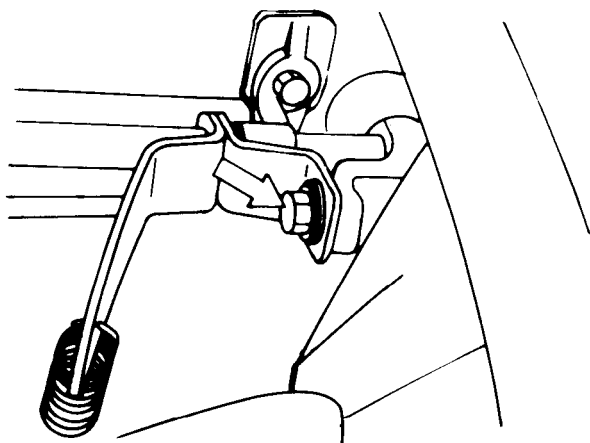

Bild 76
- Vollgasanschlag bei abgestelltem Motor am Gaspedal und an der Drosselklappe überprüfen, eventuell an der Wegeinstellschraube einstellen (siehe Bild 76).